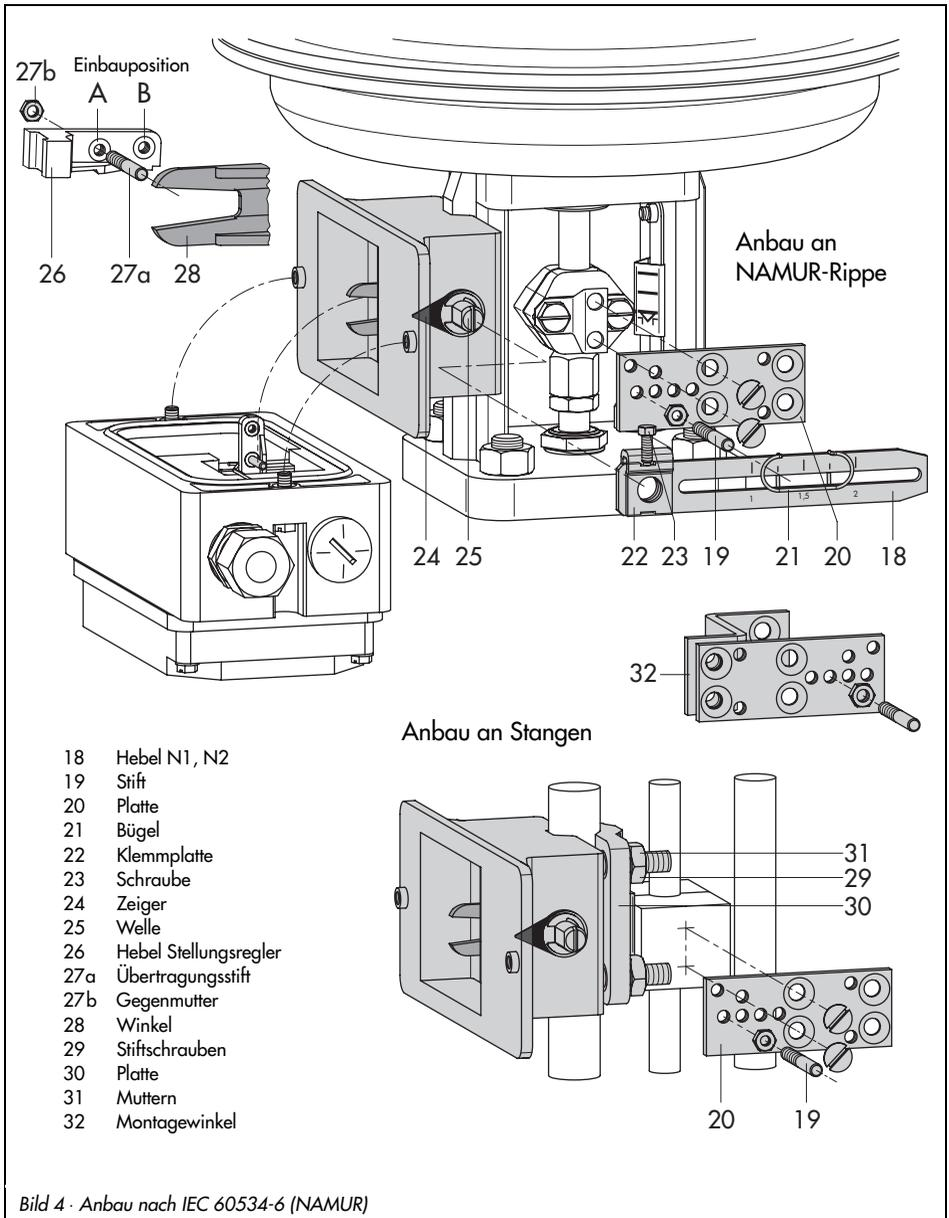

Bild 4 · Anbau nach IEC 60534-6 (NAMUR)
Der NAMUR-Anbau erfolgt nach Bild 4 über ein Adaptergehäuse. Dabei wird der Hub des Stellventiles über den Hebel (18) und die Welle (25) auf den Winkel (28) des Adaptergehäuses übertragen und auf den Übertragungsstift (27a) am Hebel des Stellungsreglers weitergeleitet.